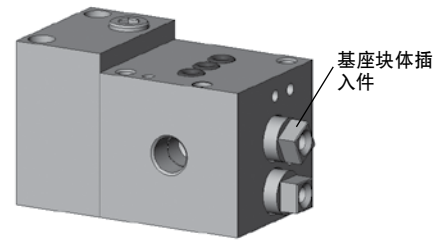

图 2
3. 把 9/64 in. **六角扭矩扳手**穿进**基座块插件**内把两个基座块插件螺钉拧到两个左侧端部基座块插件上, 拧紧至 35 到 45 in.·lb (4.0 到 5.1 N·m)。参见图 2。